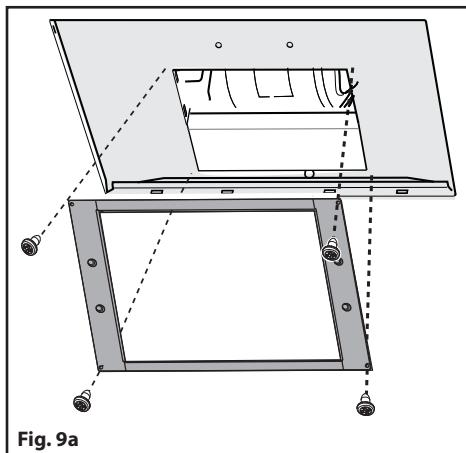

Fig. 9a
- Se nel nell'imballo trovate una staffa come quella indicata in **Fig.9a** occorre fissarla alla cappa tramite le viti in dotazione.